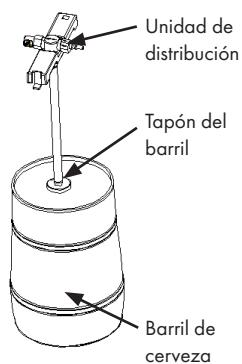

Figura 5
2. Apunte los pernos de perforación contra el tapón en el centro superior del barril. Puede ser necesario retirar la tapa y volver a colocar el tapón (véanse las instrucciones de uso en el barril). Empuje el perno de perforación rápidamente en el barril. Presione el mecanismo de dosificación hasta que oiga un sonido que indique que el mecanismo de dosificación está conectado al barril (consulte la figura 5).